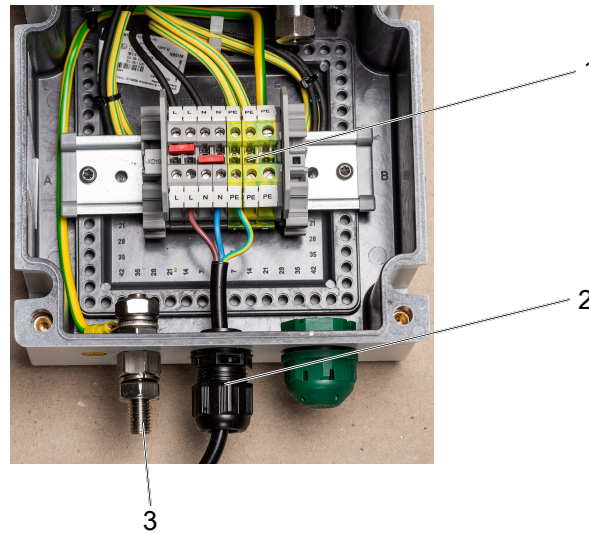

Fig. 9: Vista interior de la caja de bornes
1. Introducir el cable de conexión eléctrica a través de la unión roscada para cables (2) en las cajas de bornes.
3. Conectar el cable de conexión eléctrica con los terminales roscados indicados de la regleta de conexión (⇒ Fig. 9) .